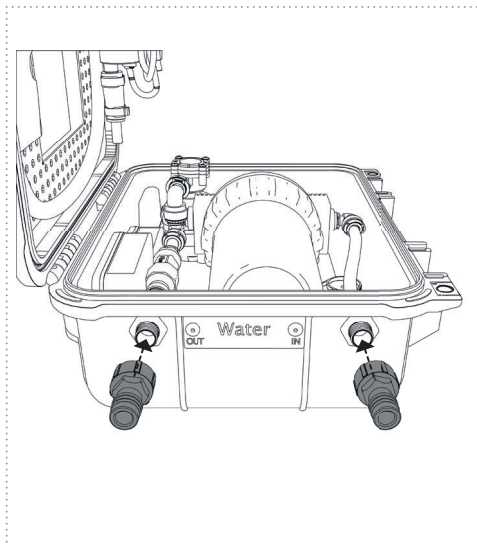

Figure 6
4. Vissez à la main les raccords enfichables en laiton (du kit de raccordement d'eau) (WATER IN & WATER OUT) (Fig. 6)